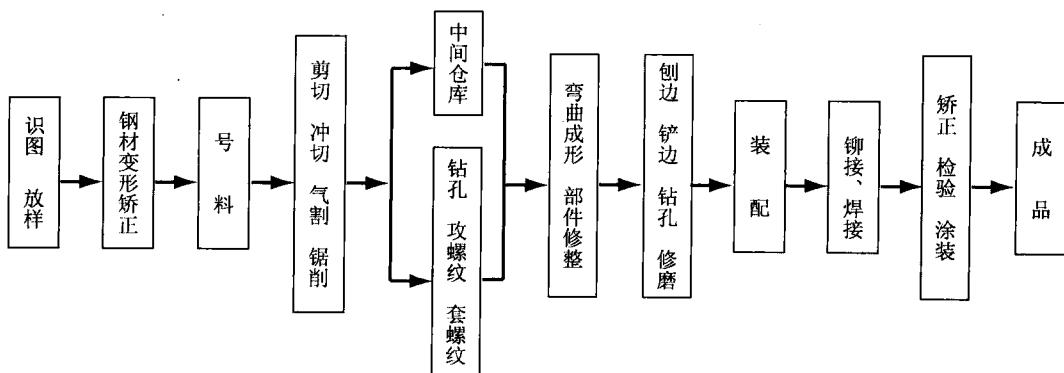

图 1-1 冷作工工序组合
(1) 工作内容 冷作工工作内容是专门从事金属结构制造、维修的一个工种，主要的工序有矫正、放样、号料、下料、弯曲、冲压、装配、连接等，内容和工序如图 1-1 所示。
(2) 技术特点